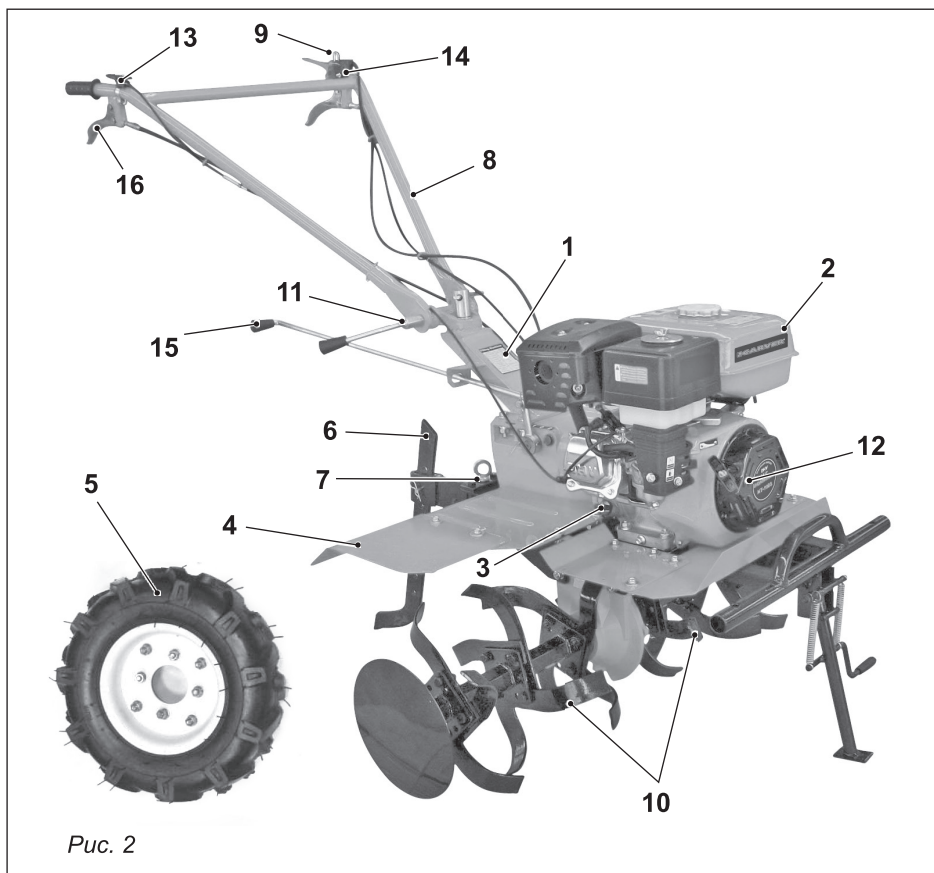

Рис. 2
5. ОСНОВНЫЕ ЧАСТИ И УЗЛЫ МОТОБЛОКА (рис. 2)